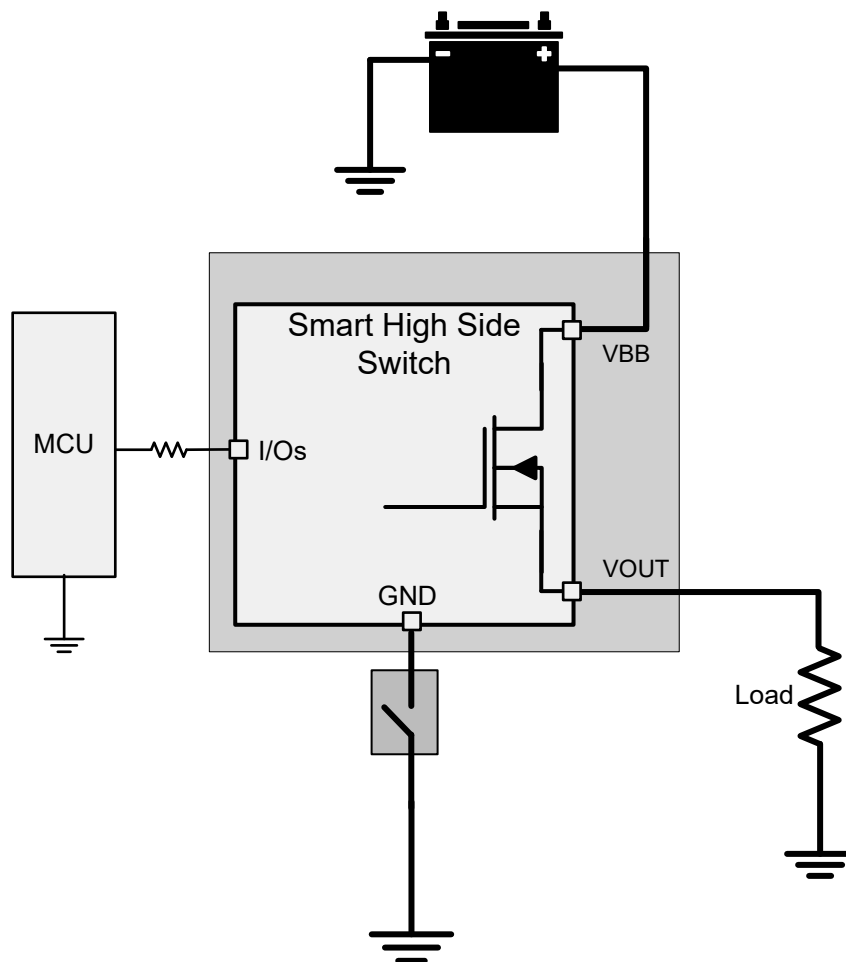

図 8-37. デバイスの GND 喪失
**ケース 1 (デバイスの GND 喪失):** サーマル パッド (Tab)、IC\_GND、電流制限グラウンドが 1 つのパターンで、システム グラウンドに接続されているとき、GND 喪失保護がアクティブになります (図 8-37 を参照)。